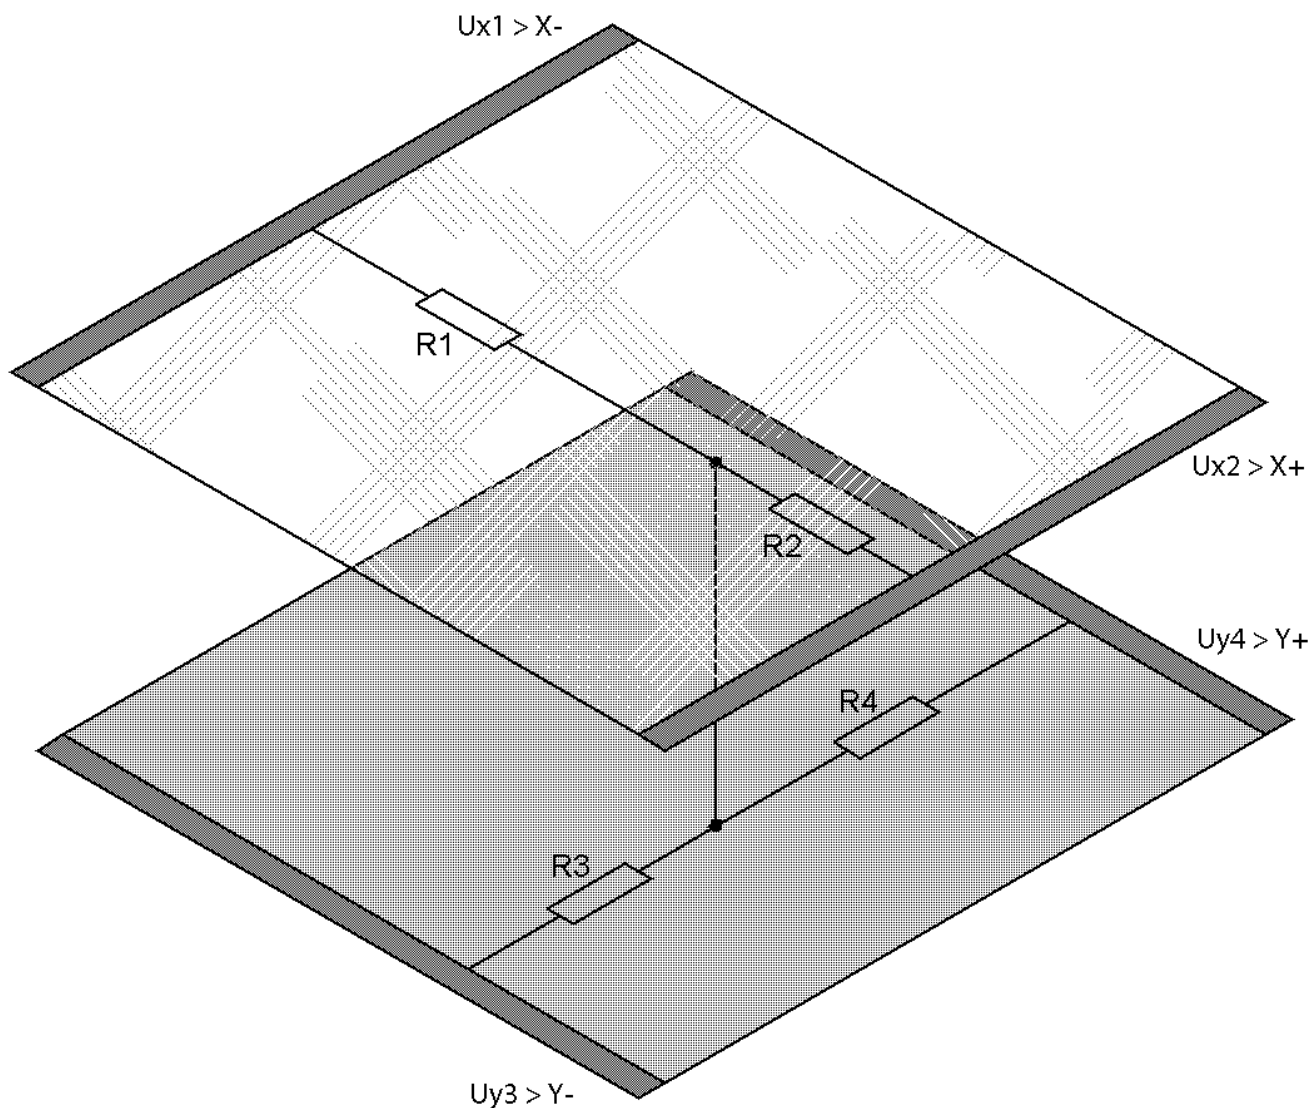

Рисунок 1
1. На верхний электрод (**Uy4 рис. 1**) подаётся напряжение +5В, нижний (**Uy3 рис. 1**) заземляется. С левого и правого электрода (**Ux1, Ux2 рис. 1**) снимают показания напряжения. Это напряжение соответствует **Y**-координате.
2. Аналогично, на левый и правый электрод (**Ux1, Ux2 рис. 1**) подаётся +5В и «земля», с верхнего и нижнего (**Uy4, Uy3 рис. 1**) считывается **X**-координата.